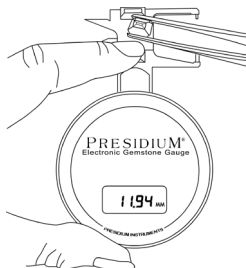

Fig. 2.2
- Cuando mida piedras sueltas, empuje el mecanismo de deslizamiento (**Fig. 2.2**) y coloque la piedra en la plataforma el mecanismo de deslizamiento. La base de la piedra debe estar paralela a la plataforma para evitar que se mueva